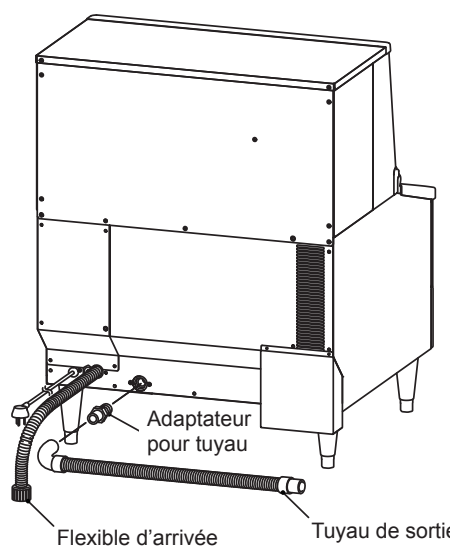

Fig. 3
2) Envelopper le raccord de l'adaptateur pour tuyau avec du ruban PTFE et visser l'adaptateur dans la sortie de vidange de la machine. Serrer manuellement le tuyau de vidange gris flexible (accessoire) sur l'adaptateur pour tuyau comme indiqué (Fig. 3). Le tuyau peut être coupé à la longueur voulue en fonction de la position de vidange principale. Pour empêcher toute fuite d'eau, serrer le tuyau de vidange à la sortie correspondante à l'aide d'un collier.